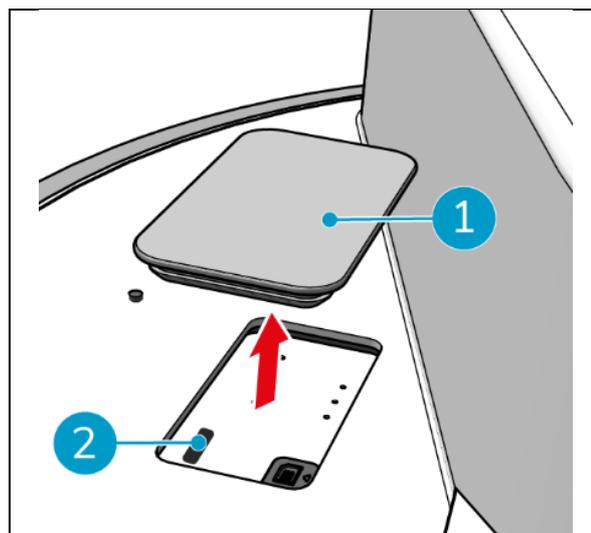

Figure 23
1. Retirer la plaque de recouvrement (Figure 23, pos. 1).
2. Ouvrez le capuchon en caoutchouc de l'emplacement de la carte SIM (Figure 23, pos. 2).